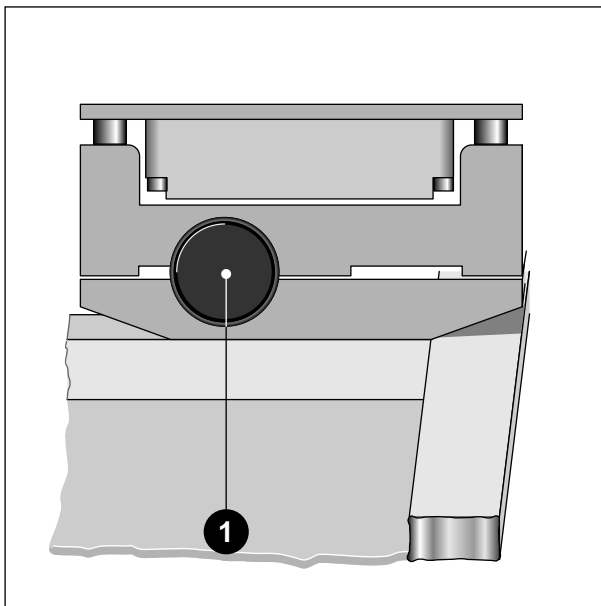

Bild 5-7. Siebklemmen
- * Öffnen Sie die Feststellschrauben an den 4 Siebklemmen (**1**, Bild 5-7) und verschieben Sie die Siebklemmen jeweils nahe an das Siebrahmen-Ende (Bild 5-7).